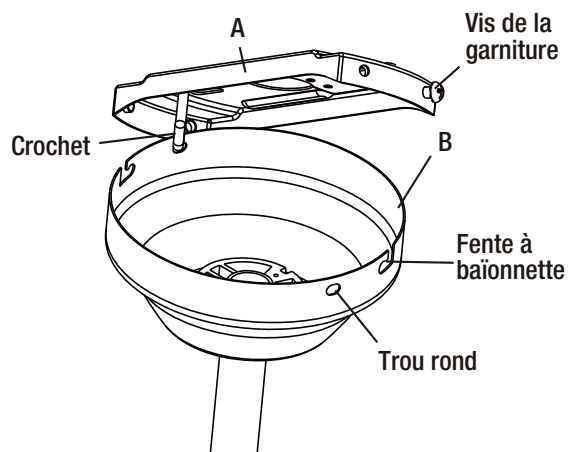

Figure 7
- Avant d'effectuer les connexions électriques, insérer le crochet situé sur la plaque de montage (A) (figure 7) dans l'un des trous de vis se trouvant à la partie supérieure de la garniture de plafond.
Si vous désirez contrôler l'éclairage à partir d'un interrupteur au mur et le ventilateur à partir de l'interrupteur à chaînette, ou si vous désirez contrôler à la fois le ventilateur et l'éclairage à partir d'interrupteurs au mur, voir les schémas sur le câblage aux Figure 7 et 8.